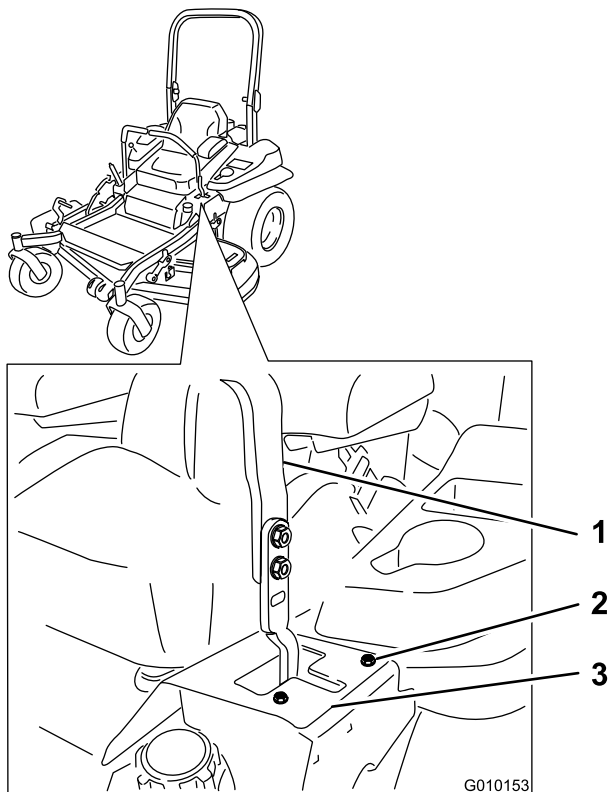

Figura 51
6. Si se desvía hacia la derecha, afloje los pernos y ajuste la chapa del tope izquierdo hacia atrás en la ranura en T de la izquierda hasta que la máquina avance en línea recta (Figura 51).
7. Si se desvía hacia la izquierda, afloje los pernos y ajuste la chapa del tope derecho hacia atrás en la ranura en T de la derecha hasta que la máquina avance en línea recta (Figura 51).
8. Apriete la chapa del tope (Figura 51).